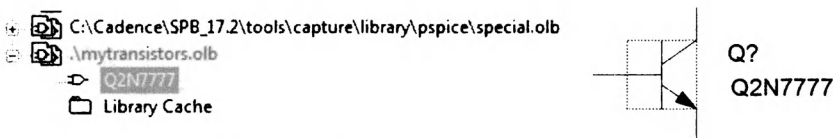

Рис. 15.10. Изображение схемы транзистора
9. Откройте библиотеку раздела Q2N7777 и вы увидите изображение схемы транзистора (рис. 15.10).